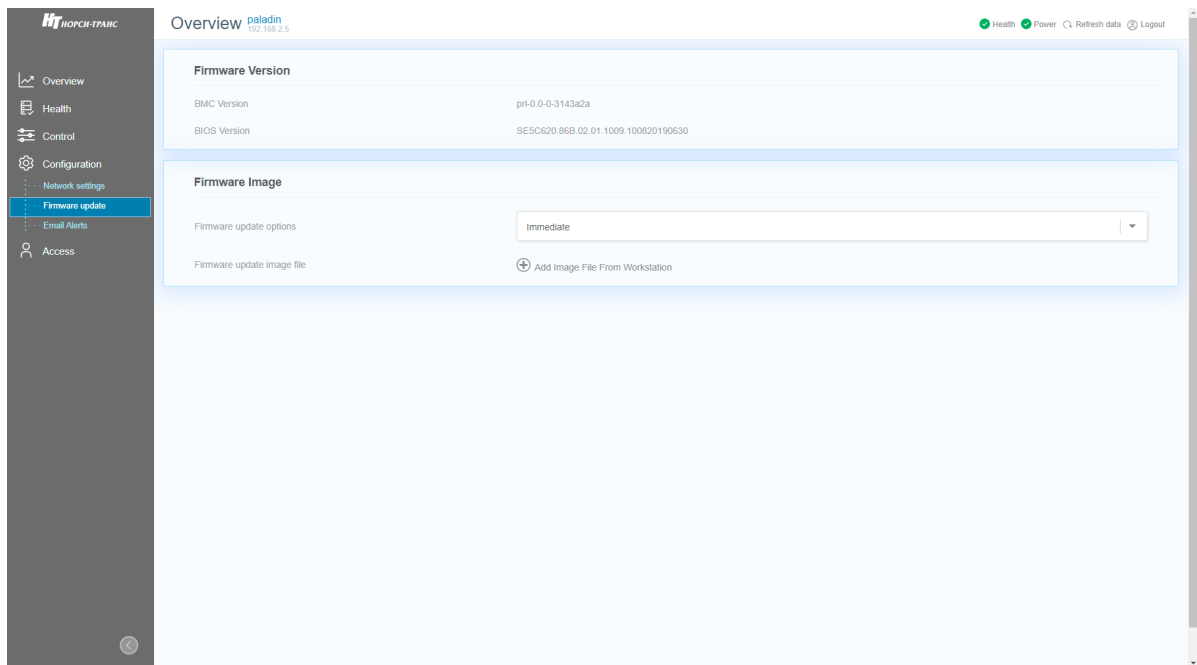

Рис. 83. Меню Firmware update
- 2) Пройдите во вкладку «Configuration» → «Firmware update». Окно показано на рис. 83 Меню Firmware update.